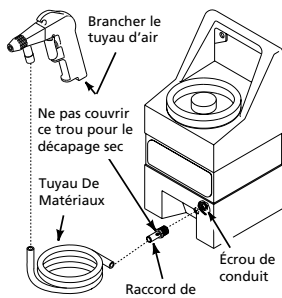

Figure 6 - Modèle AT121002
- Brancher le tuyau de matériaux au raccord de tuyau flexible. Brancher l'autre sens du tuyau de matériaux au pistolet (Voir Figure 6). Ne jamais